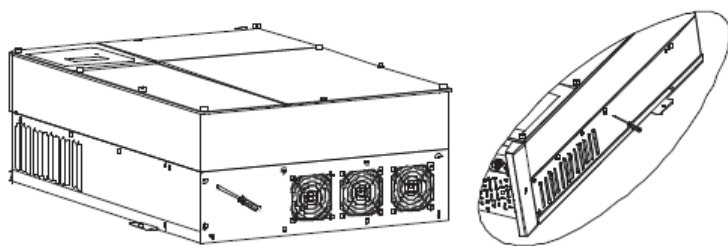

Fig 8.1.2
4. Zdjąć pokrywę spodniej prawej części urządzenia. Używając odpowiednich narzędzi należy wykręcić śruby kręcąc w kierunku odwrotnym do ruchu wskazówek zegara, jak na rysunku Fig 8.1.2.